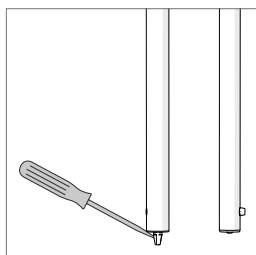

Fig. 9
- Breng de locatiepenverplaatsingsplunjer voorzichtig naar voren met behulp van een schroevendraaier met plat blad (niet meegeleverd). (**Fig. 9**)